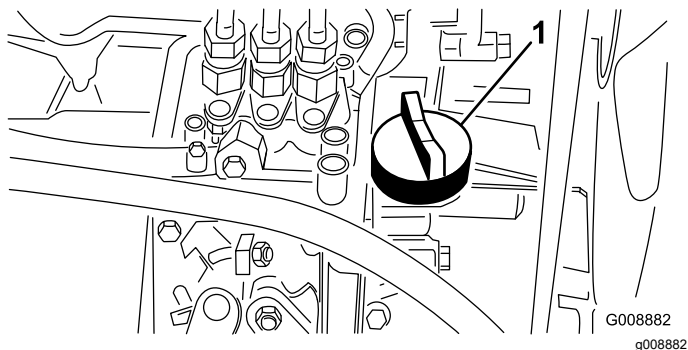

Figura 49
- Si el nivel de aceite es bajo, retire el tapón de llenado (Figura 49) y añada poco a poco pequeñas cantidades de aceite, comprobando el nivel frecuentemente, hasta que el nivel llegue a la marca de lleno de la varilla.